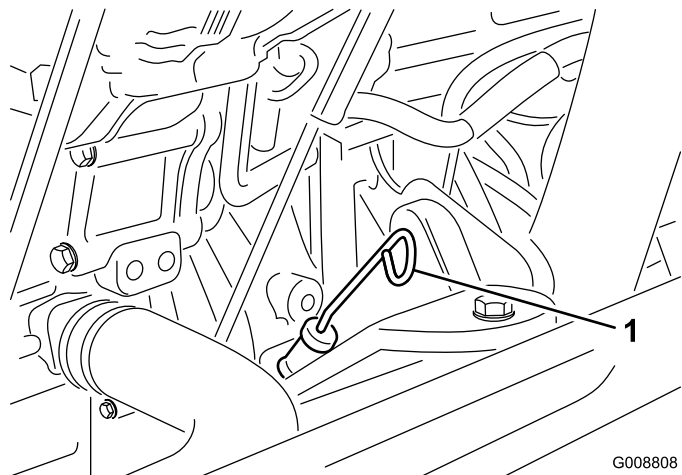

Figure 8
- Sortez la jauge, essuyez-la sur un chiffon propre, replacez-la dans le goulot de remplissage, puis ressortez-la. Le niveau d'huile doit atteindre le repère du plein (FULL) (Figure 8).